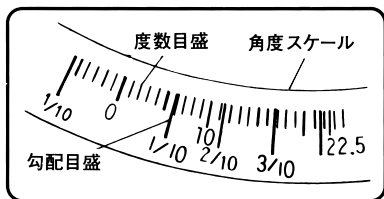

図 18
(2) 角度スケールには、度数目盛と勾配目盛が表示してあります。(図18)